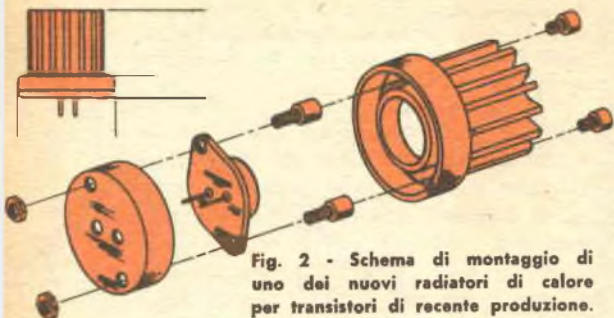

Fig. 2 - Schema di montaggio di uno dei nuovi radiatori di calore per transistori di recente produzione.
**Radiatori di calore** - Non solo un eccessivo riscaldamento può rovinare un transistor, ma anche un moderato aumento di temperatura può portare un profondo mutamento delle sue caratteristiche di lavoro; spesso poi il problema non è tanto quello derivante da una elevata temperatura-ambiente quanto quello di dissipare il calore che si genera nel transistor stesso: transistori di potenza usati al massimo regime possono riscaldarsi anche considerevolmente. Per favorire la dissipazione di questo calore, sono stati recentemente prodotti in America speciali radiatori realizzati in una gran varietà di forme e dimensioni, in modo da potersi accoppiare ai più comuni transistori e diodi; in *fig. 2* è appunto illustrato uno di questi elementi.